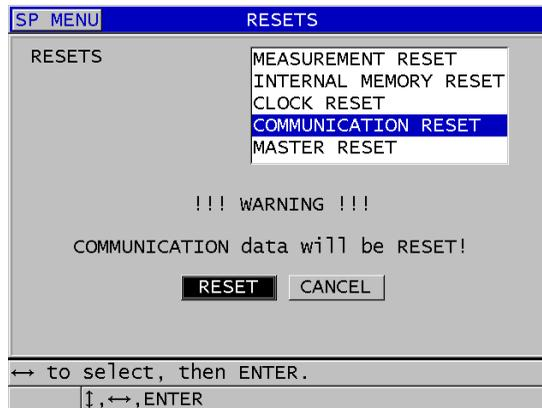

Abbildung 14-10 Auswahl von RESET KOMMUNIKATION
3. Verfahren Sie im Fenster **RESETS** (siehe Abbildung 14-10 auf Seite 290) wie folgt: